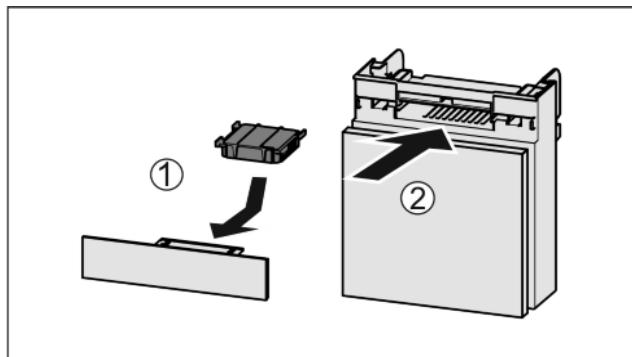

Fig. 54
- Установите фильтр с активированным углем, как показано на рисунке Fig. 54 (1).
- Вставьте отделение Fig. 54 (2).